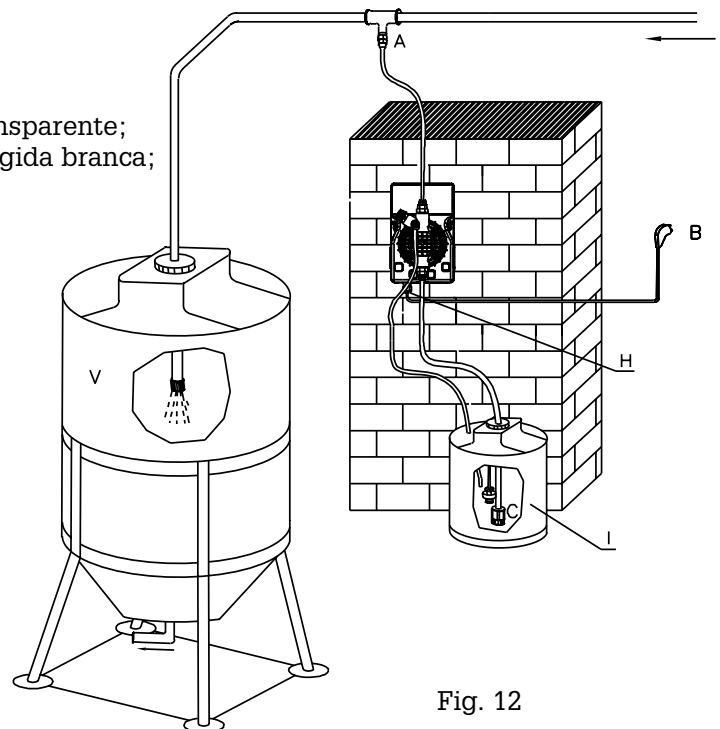

Fig. 12
6.3 - ESQUEMA DE INSTALAÇÃO TÍPICA (Fig. 12)